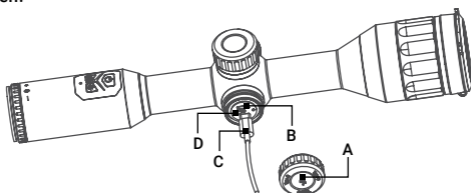

ABBILDUNG 2-1. USB-SCHNITTSTELLE
1. Schrauben Sie die Abdeckung der USB-Schnittstelle ab (Abbildung 2-1, A).
2. Schließen Sie das Netzteil über das USB-Kabel (C) an den Schnittstellenanschluss (B) des Zielfernrohrs an.
3. Schließen Sie das Netzteil an und laden Sie das Gerät auf. Das Symbol  im Sichtfeld des Zielfernrohrs zeigt den Ladevorgang an. Die Farb-Leuchtdiode (LED) (D) in der Nähe des USB-Anschlusses zeigt den Ladestatus an.